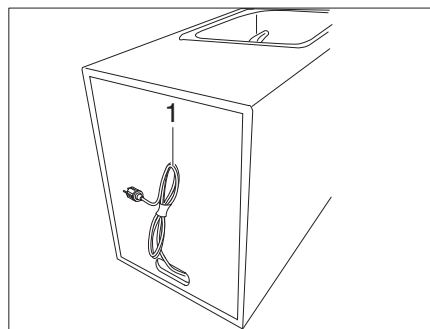

Bild 16 Netzkabel für Campbox-Batterie
- Ggf. Netzkabel (Bild 16,1) auf der Rückseite des Spül-Moduls ausstecken.